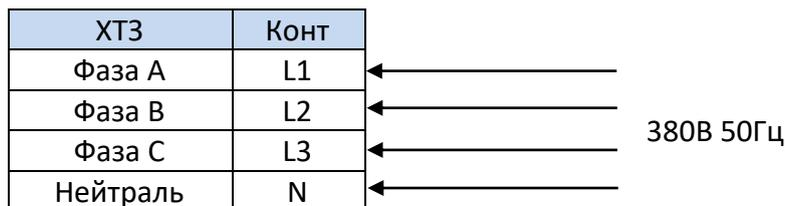

Рисунок 1.7 – Схема подсоединения к клеммной колодке питания
- Выполнить электрическое подсоединение к клеммной колодке питания, в соответствии со схемой, Рисунок 1.7;